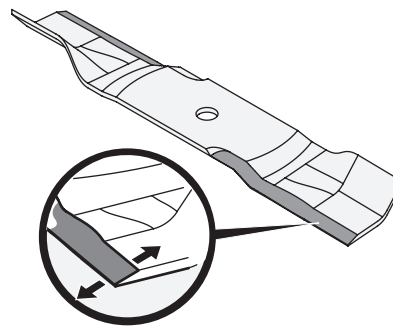

Fig. 58
- Pour affûter correctement les lames de coupe, enlevez des quantités égales de métal des deux extrémités des lames le long des bords de coupe, parallèlement au bord de fuite, à un angle de 25° à 30°. Il faut toujours affûter chaque bord de lame de la même manière pour maintenir l'équilibre de la lame (Fig. 58).